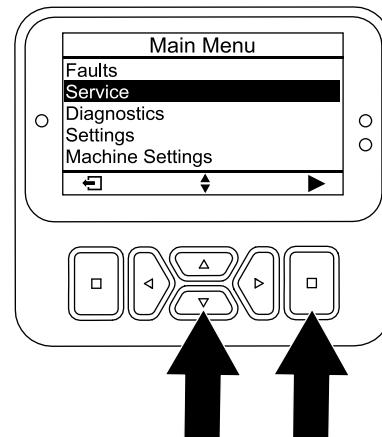

図 95
- サービスオプションが選択されるまで下ボタンを押し、次に選択ボタンを押す (図 95)。